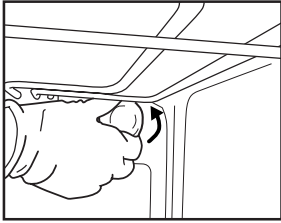
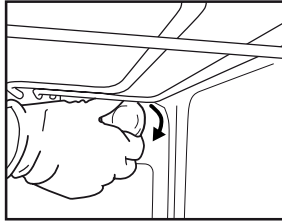

Fig. 6
Fig. 7
2. Skru løs lampedekslet (Fig. 6) og skift ut pæren (se type i anmerkning) og skru deretter til lampedekslet igjen (Fig. 7).